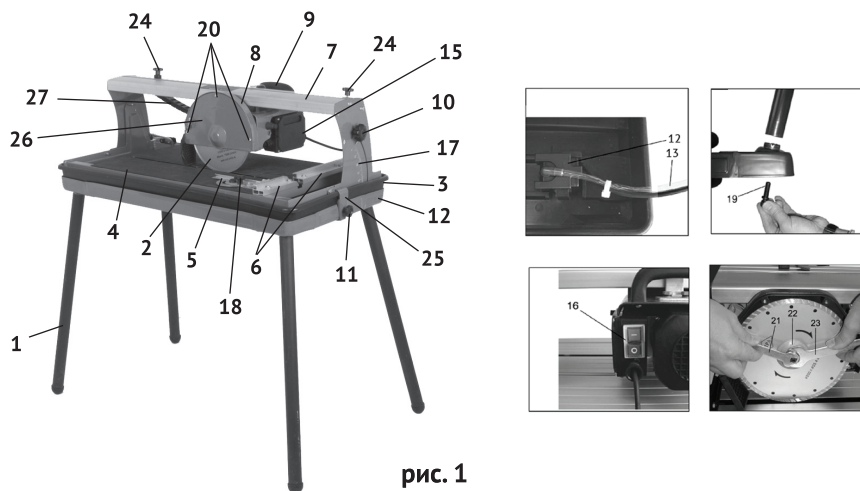

рис. 1
1.6 Общий вид и элементы плиткореза представлены на рис.1
1.7 Асинхронный двигатель с блоком управления (рис.1 поз.15) и выключателем (рис.1 поз.16) крепится на кронштейне. Кронштейн, за счёт 4-х подшипников, перемещает головку режущую по салазкам (рис.1 поз.7) вдоль длины рабочего стола (рис.1 поз.4). На вал якоря (рис.1 поз.22), между опорным и зажимным фланцами крепится отрезной круг (рис.1 поз.2). Это основной рабочий инструмент плиткореза.
1.8 Выключатель – магнитный пускатель (рис.1 поз.16) расположен на блоке управления. Он имеет две кнопки: зелёная с символом «I» - включение двигателя и красная с символом «0» - выключение двигателя.
На крышке защитного кожуха (рис.1 поз.26) стрелкой указано направление вращения круга.
- 4-я винтами (рис.1 поз.19), с помощью шестигранного ключа (входит в комплект поставки) прикрутить ножки (рис.1 поз.1) к основанию рис.1 поз.12);
- закрыть отверстие в поддоне (рис.1 поз.3) пробкой (входит в комплект поставки) и залить воду так, чтобы заборная часть насоса (рис.1 поз.13) была полностью погружена в воду.
- проверить шлангоукладчик (рис.1 поз.27) со шлангом (рис.1 поз.14), не перекручен, свободно перемещается за головкой режущей;
- вставить уголок кронштейна транспорта в направляющий упор (рис.1 поз.6) и закрепить его двумя винтами;
- установить размеченную заготовку на рабочий стол (рис.1 поз.4), плотно прижав к направляющему упору (рис.1 поз.6). Зафиксировать положение заготовки сбoku, закрутив винт (рис.1 поз.18) регулируемого упора. Такая фиксация заготовки позволит в дальнейшем резание плиток в одинаковый размер;
- закрепить в необходимом положении гайки (рис.1 поз.24), для ограничения движения головки режущей по салазкам;
- ослабить с двух сторон винты фиксации угла наклона (рис.1 поз.10);
- повернуть салазки (рис.1 поз. 7) с головкой режущей на нужный угол, используя шкалу угла наклона (рис.1 поз.17);
- снять крышку кожуха (рис.1 поз.26), открутив три винта (рис.1 поз.20);